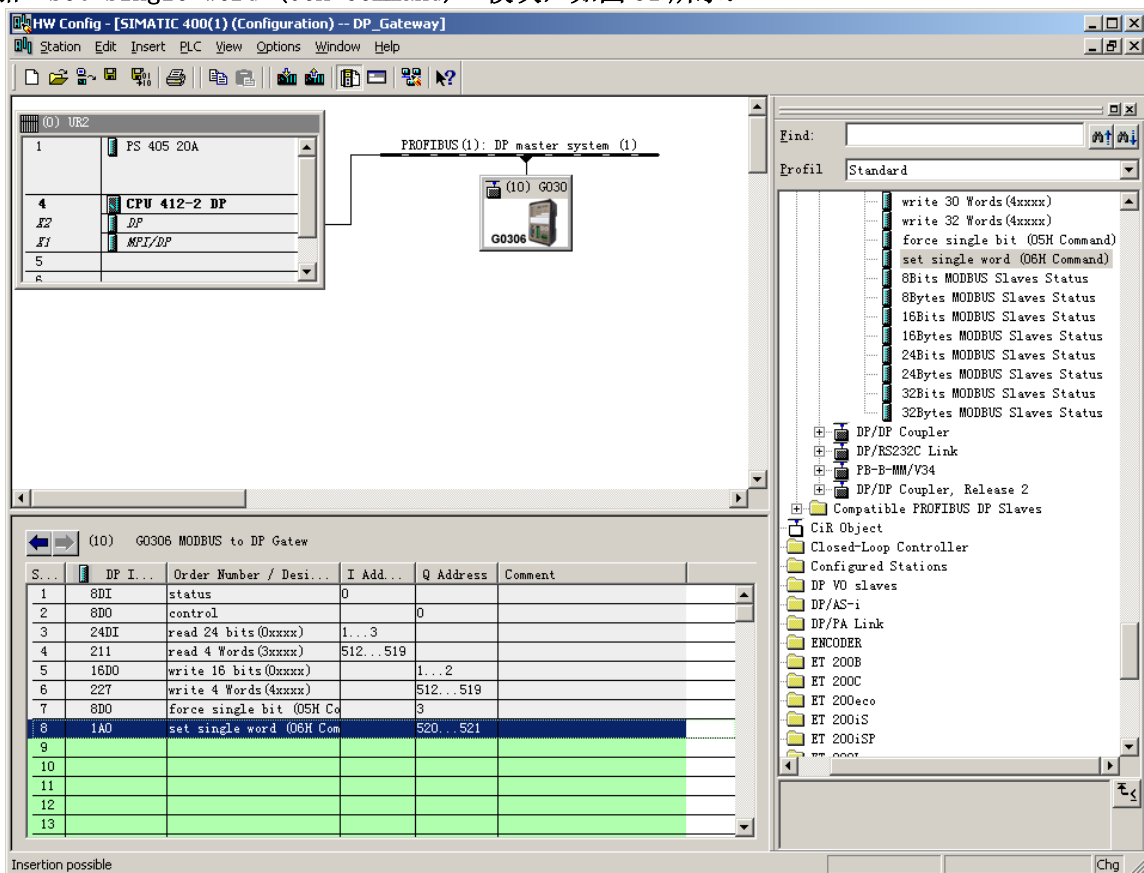

图 31 添加“set single word (06H Command)” 模块
a) 添加“set single word (06H Command)” 模块，如图 31 所示：